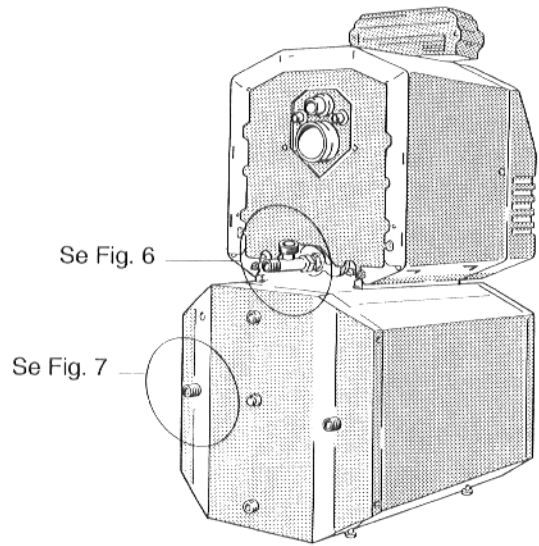
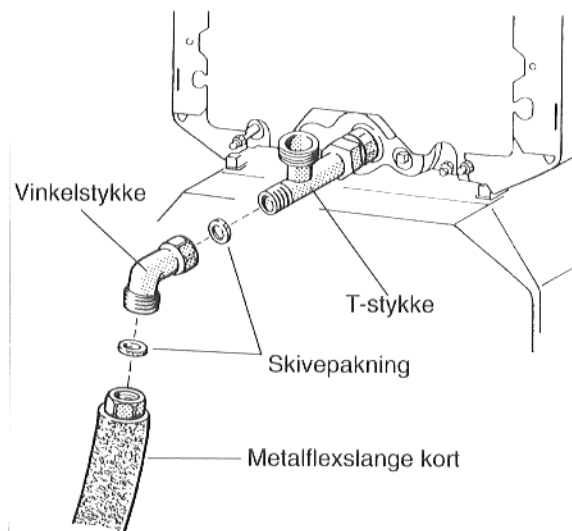
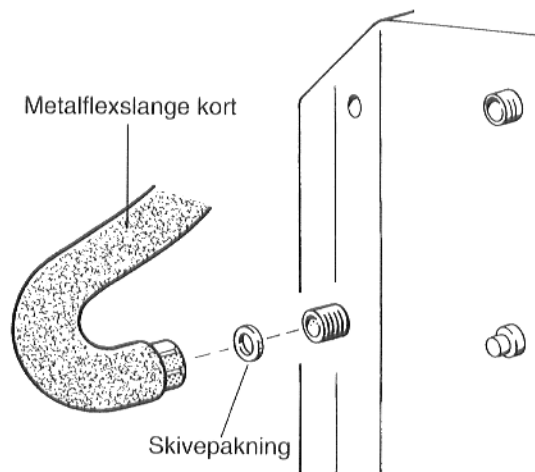

Fig. 5
Fig. 6
Fig. 7
- En skivepakning lægges ind i vinkelstykkets omløber, og vinkelstykket skrues løst til den bageste udgangsåbning på T-stykket (Fig. 5 og Fig. 6).
- En skivepakning lægges ind i omløberen på metalflexslangen til retur (kort) og metalflexslangen skrues fast til vinkelstykket (Fig. 5 og Fig. 6).
- Metalflexslangen trækkes i retning af returtilslutningen på brugsvandsopvarmningsbeholderen og formes efter ønske (Fig. 5).
- En skivepakning lægges ind i den anden omløber på metalflexslangen og metalflexslangen skrues fast til returtilslutningen på brugsvandsopvarmningsbeholderen (Fig. 7 og Fig. 5).
- Vinkelstykket strammes fast på T-stykket i kedelretur (Fig. 5 og Fig. 6).